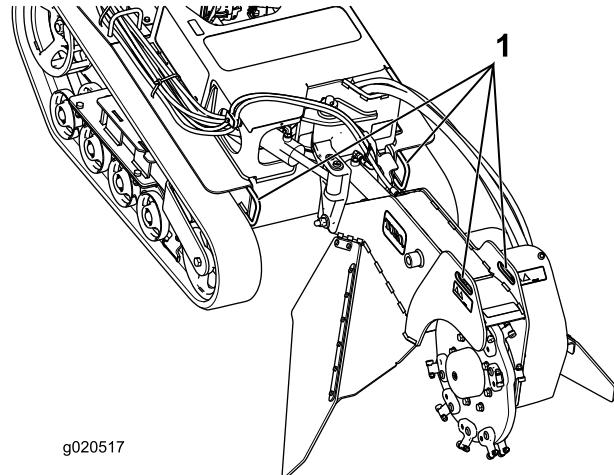
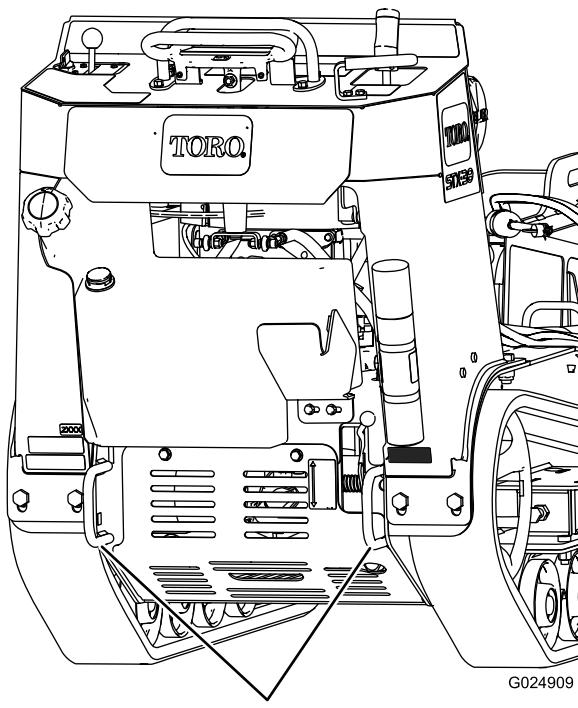

Bild 22
Bild 23
3. Befestigen Sie Ketten oder Riemen an den Vergurungsstellen bzw. Hebelaschen vorne und hinten an der Maschine, um die Maschine am Anhänger zu befestigen (Bild 22 and Bild 23).
Sie können die Maschine mit den Vergurtungs- und Hebeschläufen als Hebestellen hochheben (Bild 22 und Bild 23).